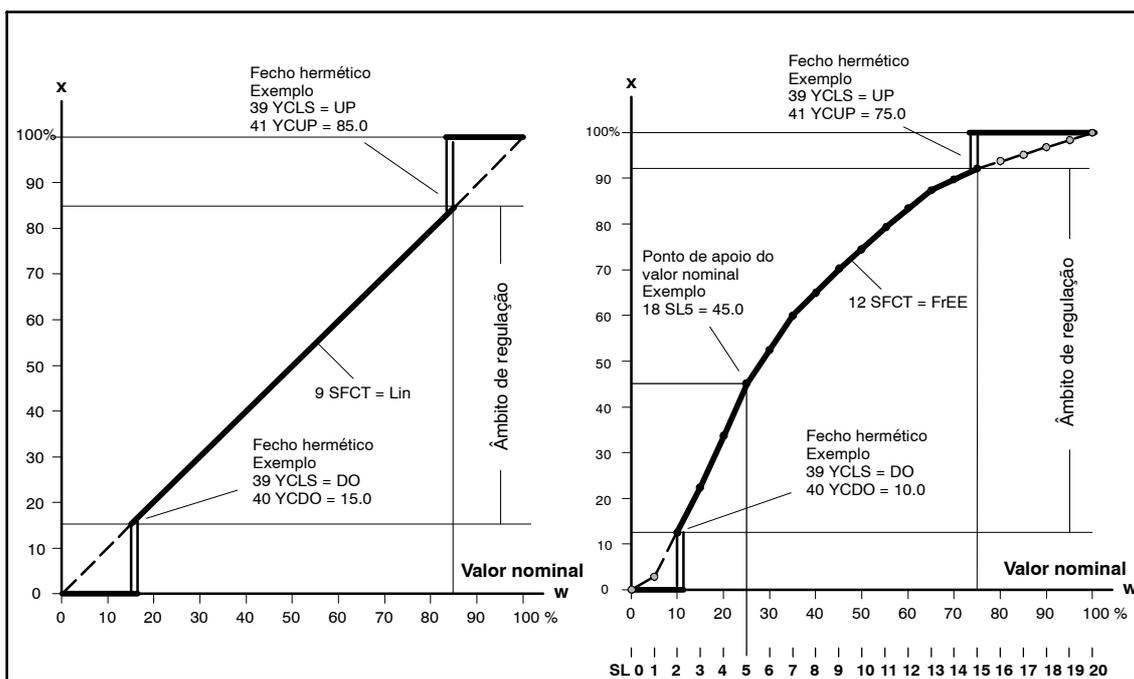

Figura 4-9 Curvas características de valor nominal, normalização da grandeza de ajuste e função de fecho hermético
Função de valor nominal (ver figura 4-9, página 100)
13.SL0 até 33.SL20 Pontos de apoio do valor nominal (ver figura 4-9, página 100)
- 35.YA** Limitação da grandeza de ajuste início (ver figura 4-9 e 4-10)
- 36.YE** Limitação da grandeza de ajuste fim (ver figura 4-9 e 4-10)
- 37.YNRM** Normalização da grandeza de ajuste (ver figura 4-9 e 4-10)
Fecho estanque dos valores de grandeza (ver figura 4-9, página 100)
Com esta função, a válvula pode ser deslocada com a força de posicionamento máxima do accionamento (contacto permanente das válvulas piezo) para dentro da sua sede. A função de fecho hermético pode ser activada para um lado ou para ambas as posições finais. YCLS fica activo quando o valor nominal efectivo se encontrar abaixo de YCDO ou acima de YCUP (ver figura 4-9, página 100).